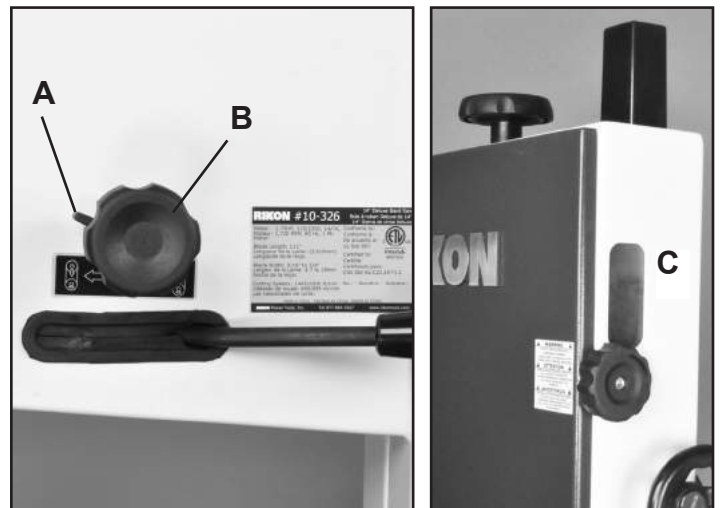
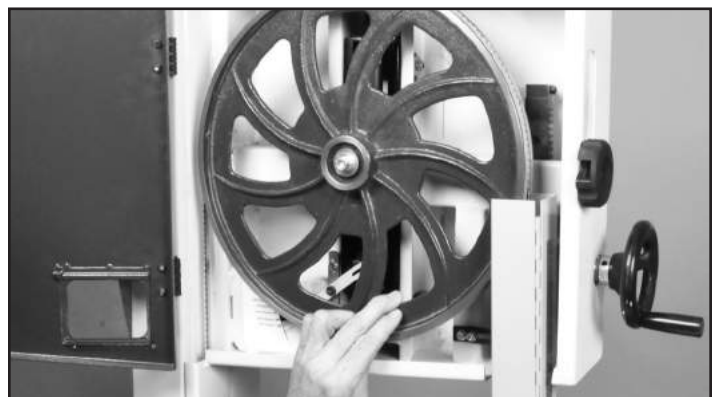

FIGURE 14
FIGURE 15
1. Ouvrez les deux portes. À l'arrière de la machine, desserrer le levier de verrouillage (#22D, FIG. 14, A) en le tournant dans le sens contraire des aiguilles d'une montre.
2. Tournez la poignée d'alignement de lame (#23D, Fig. 14 B) dans le sens des aiguilles d'une montre ou dans le sens inverse, et en même temps, tournez délicatement la roulette supérieure (#24E) à la main. Fig. 15. Vérifiez l'alignement de la lame sur la roue en regardant par la fenêtre latérale (C). Faites faire au moins trois rotations de roue ou jusqu'à ce que la lame soit alignée sur le centre de la roue.